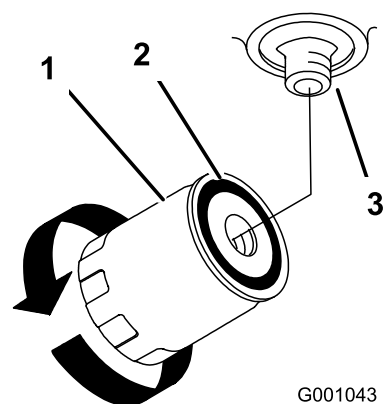

Bild 68
7. Ölen Sie die Gummidichtung am Ersatzfilter leicht mit Frischöl ein (Bild 68).
9. Füllen Sie den Hydraulikbehälter mit Hydraulikflüssigkeit, bis die Flüssigkeit über den Filter läuft. Drehen Sie den Ölfilter dann nach rechts, bis die Gummidichtung den Filteradapter berührt. Ziehen Sie den Filter dann um eine weitere halbe Umdrehung fest (Bild 68).